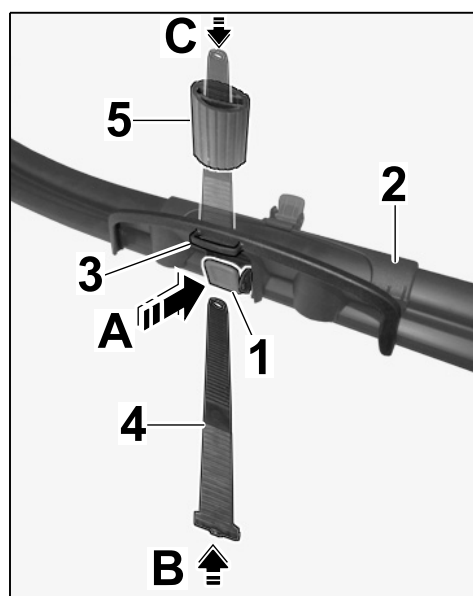

Fig. 9
1.5.1 Presser la serrure, du côté avec patte, sur la fixation de roue (⇒ Fig. 9-A-).
1.5.2 Faire glisser la sangle par le bas jusqu'en butée par la serrure (⇒ Fig. 9-B-).
1.5.3 Monter la protection de jante jusqu'en butée sur la sangle de serrage (⇒ Fig. 9 -C-)